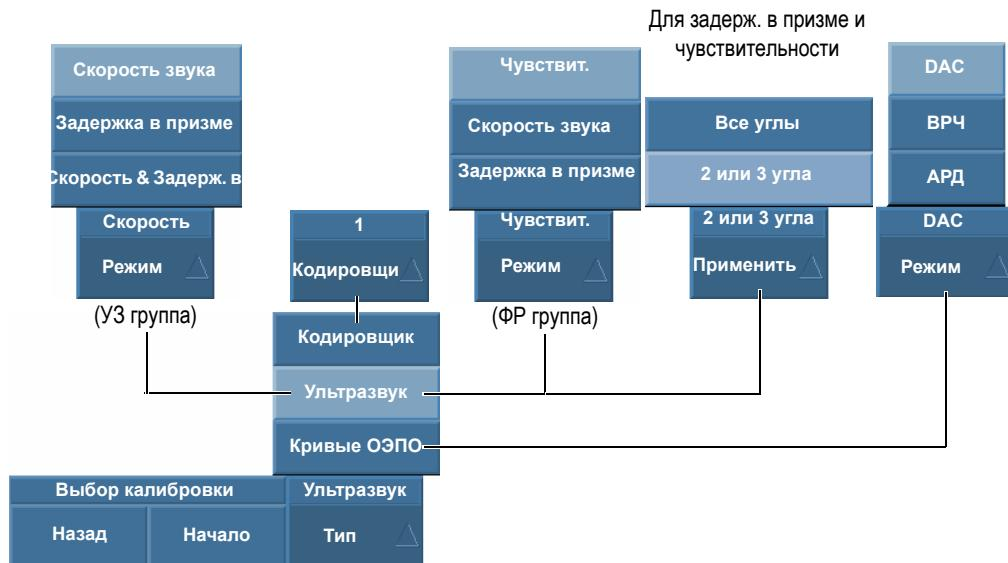
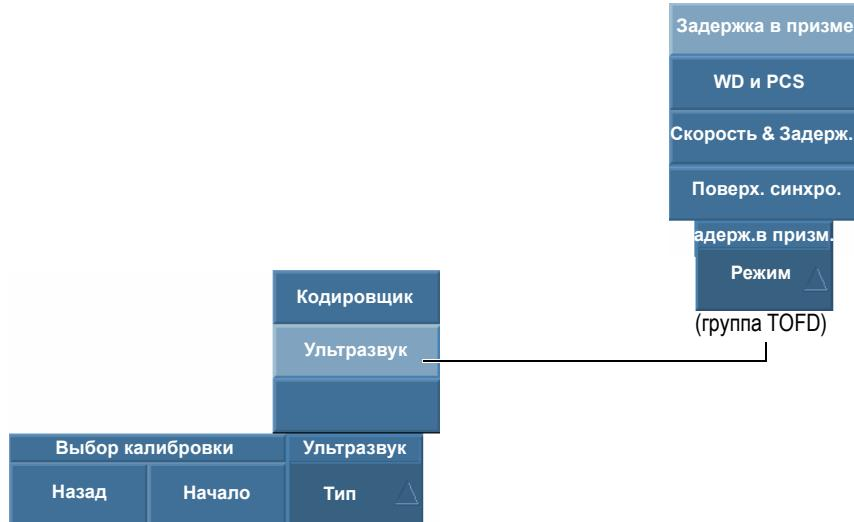

Рис. 5-1 Выбор параметров калибровки
Рис. 5-2 Выбор параметров калибровки – группа TOFD
2. В списке **Тип** выберите нужный тип калибровки (см. Рис. 5-1 на стр. 116 и Рис. 5-2 на стр. 116).
3. В зависимости от выбранного в предыдущем шаге параметра (см. Рис. 5-1 на стр. 116), выберите нужный элемент для калибровки в списке **Кодировщик или Режим**.